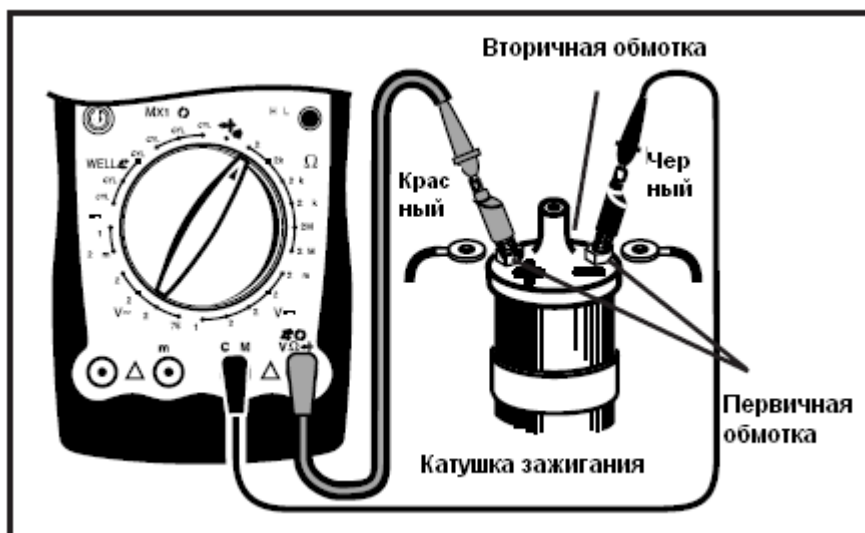

Рис. 10
- 4) Соедините красный тестовый щуп с главным «+» полюсом катушки зажигания, а черный с «-» полюсом катушки (см. рис. 10). Специфические параметры для различных автомобилей описаны в их инструкциях по эксплуатации.